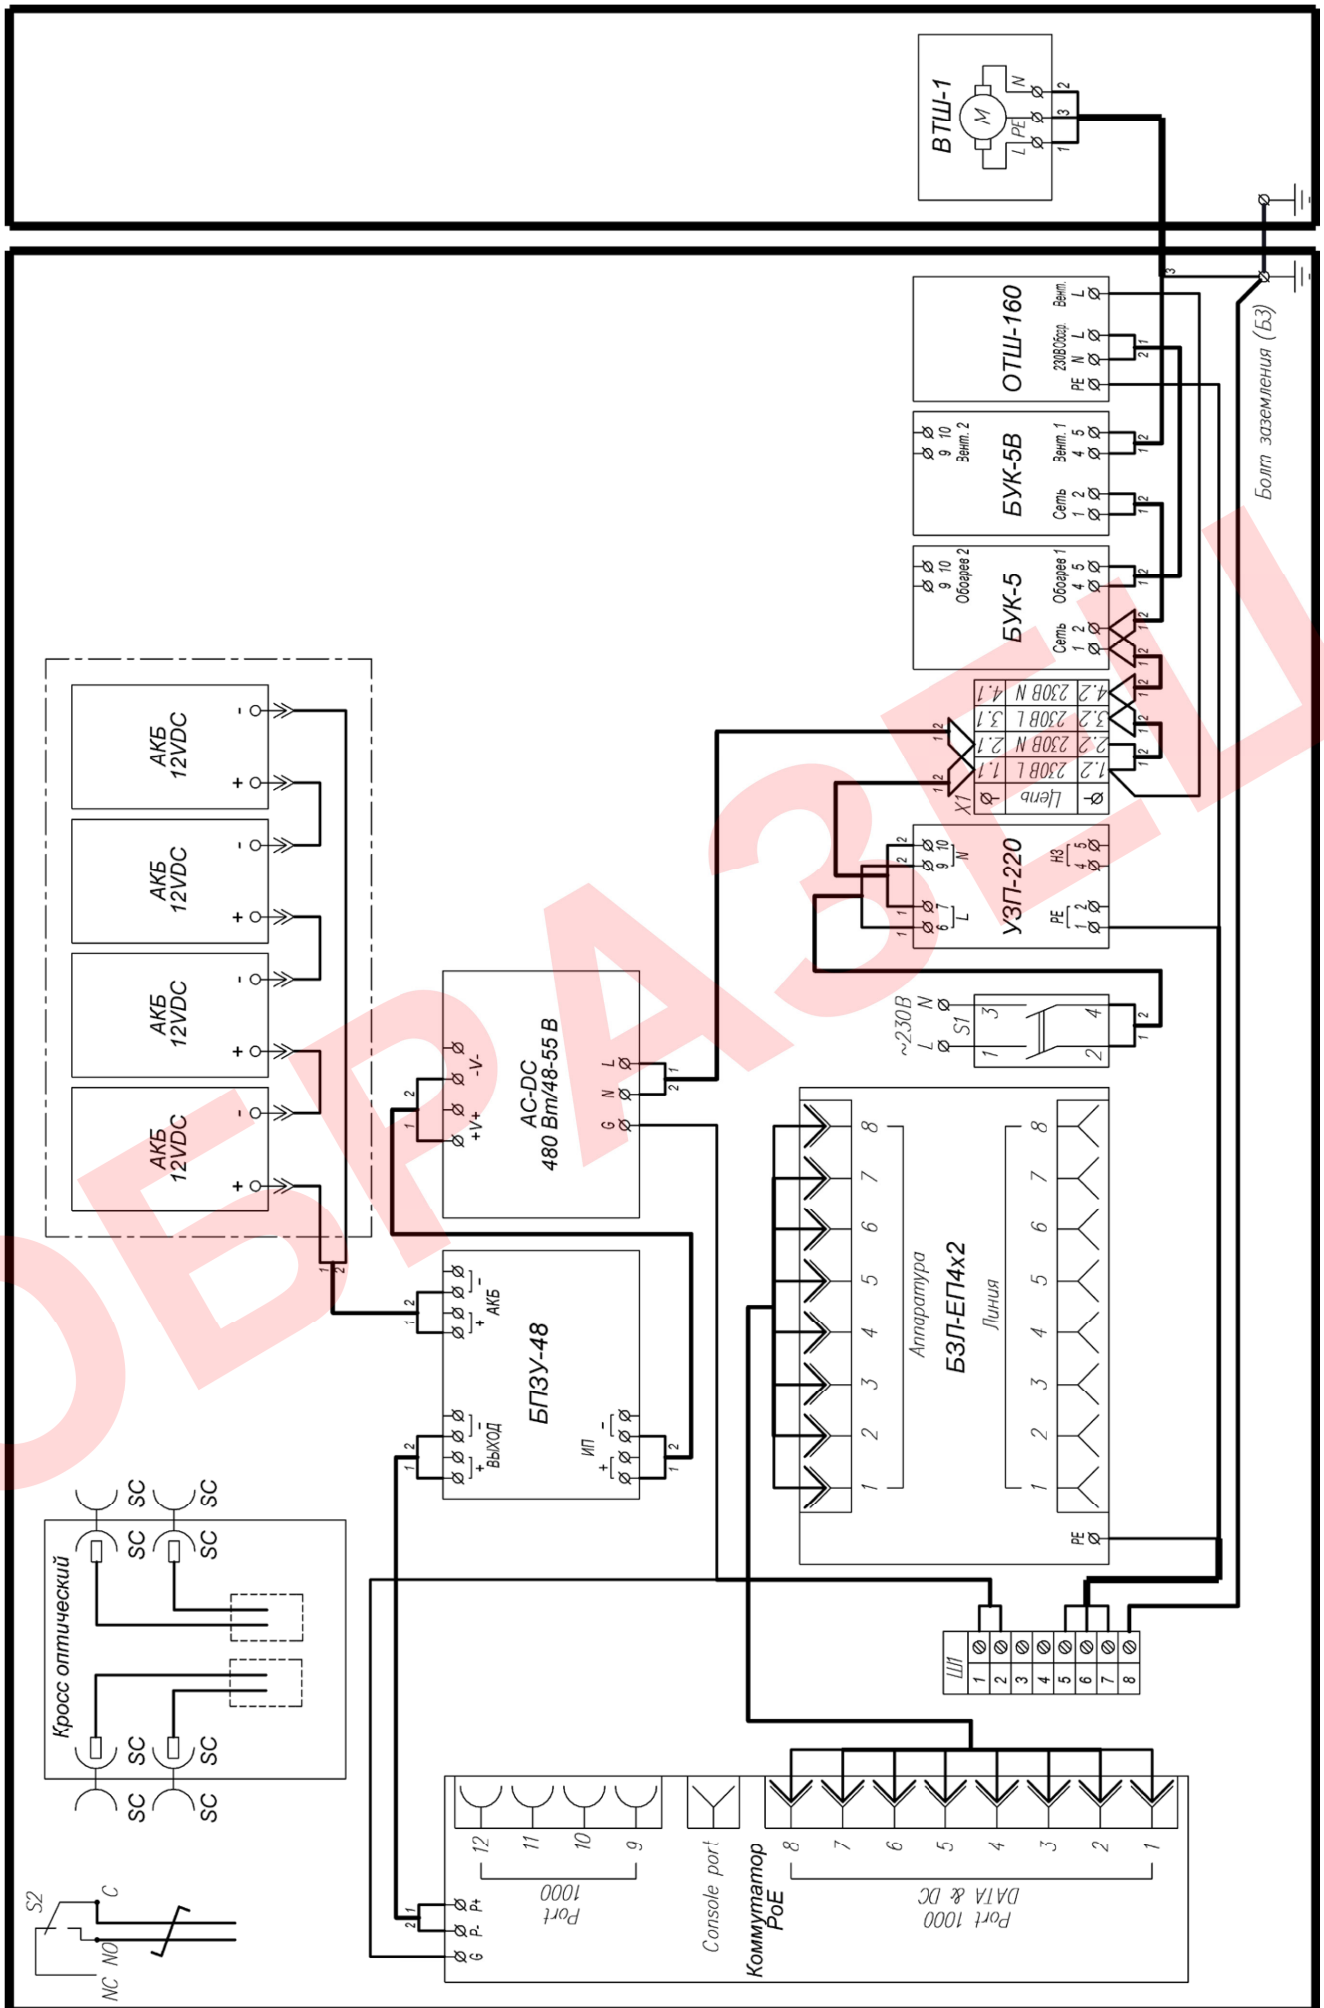

Рисунок 2 – Схема электрическая принципиальная
1. Заземлить изделие при помощи болта заземления (БЗ) (рисунок 2).
4. Подключить АКБ к БПЗУ-48 согласно схеме (рисунок 2).
7. Подключить кабель питания к входу автомата питания S1 (сечение подключаемых проводов до 25 мм²), при этом фазный провод (L) соединить с контактом 1, нулевой провод (N) с контактом 3.